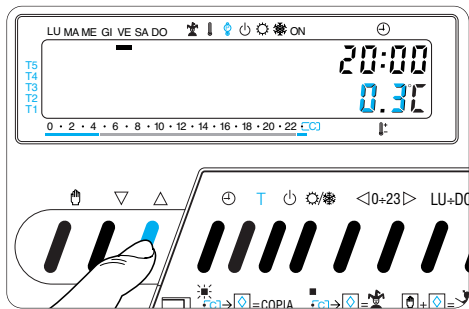

Fig. 17
4.3 - Premere il pulsante ∇ (indietro) o \triangle (avanti) sino a che non si raggiunge il valore desiderato (fig. 17).